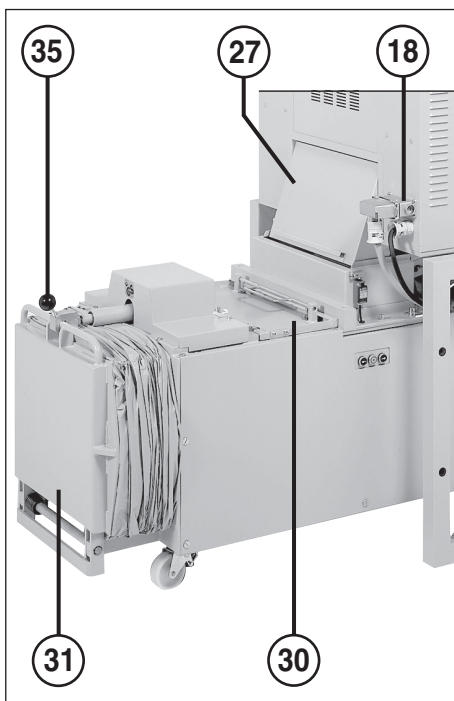

Abb. 2
Wenn der Raum über dem hinteren Transportband wegen eines Rückstaus in der Einfüllöffnung des Verdichters vollständig mit Schnittgut gefüllt ist, schaltet die Anlage durch die angehobene Auslaufklappe (27) (Abb. 2) ab.